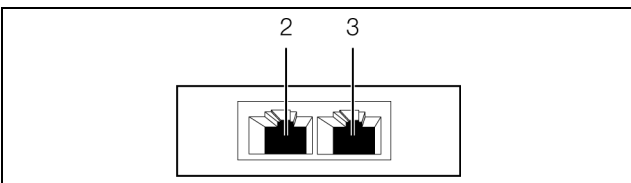

Abb. 7: Rückseite des Temperatur-/Feuchtesensors
- Verbinden Sie den Temperatur-/Feuchtesensor über ein CAN-Bus-Verbindungskabel mit einer CAN-Bus-Schnittstelle der CMC III Processing Unit bzw. der benachbarten Komponente im CAN-Bus (Abb. 7, Pos. 2).
- Schließen Sie ggf. an der zweiten, freien CAN-Bus-Schnittstelle des Temperatur-/Feuchtesensors (Abb. 7, Pos. 3) eine weitere Komponente an (z. B. einen anderen Sensortyp).